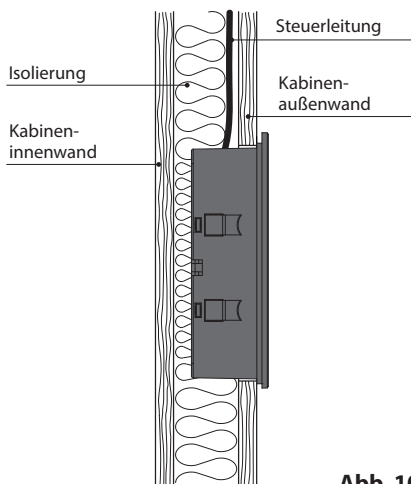

Abb. 10
6. Die Steuerleitung darf nur zwischen der Isolierung und der Kabinenaußenwand verlegt werden (Abb. 10).